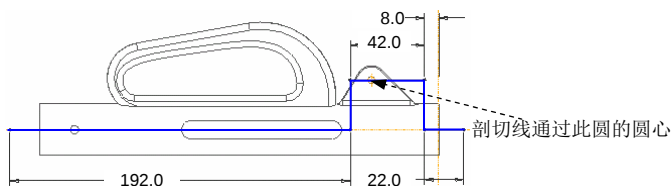

图 9.3.8 偏距横截面草图
(2) 指定参考平面的方向。单击对话框中 **方向** 文本框后的 按钮，在弹出的列表中选择 **右** 选项，单击“草绘”按钮 **草绘**。
(3) 绘制图 9.3.8 所示的偏距横截面草图，完成后单击“确定”按钮 。